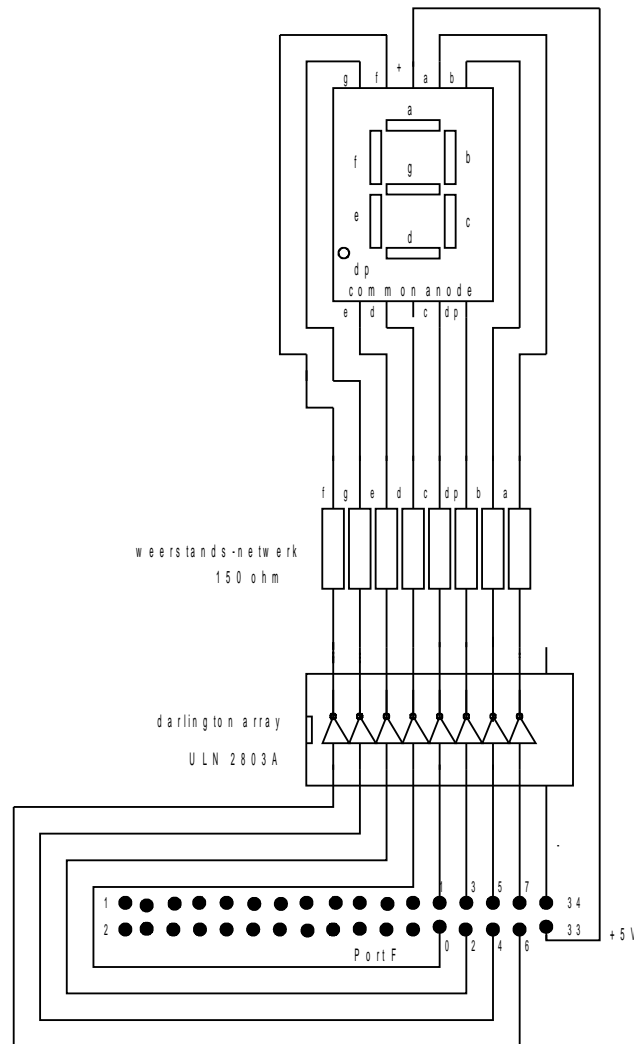

Fig. 1
- 1) Maak (soldeer) met behulp van de genoemde componenten de print van fig.1.
Relatie Poort bits en 7 segment display zie fig.1